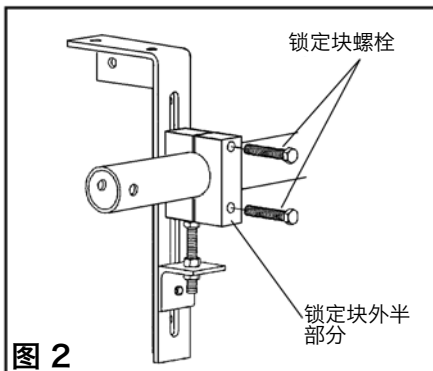

图 2
2. **安装固定杆。** 移除锁定块上的两个锁定块螺栓，然后移除锁定块的外半部分。对于反面的锁定块，只需要松开锁定块螺栓使固定杆可以自由滑动（图 2）。将固定杆滑过输送带，滑入松开的锁定块中并将其置于锁定块外半部分中。将锁定块外半部分置于固定杆上，重新安装锁定块螺栓。固定好固定杆，使刀头位于输送带的中部并适度拧紧两边的锁定块螺栓。不要拧得过紧。